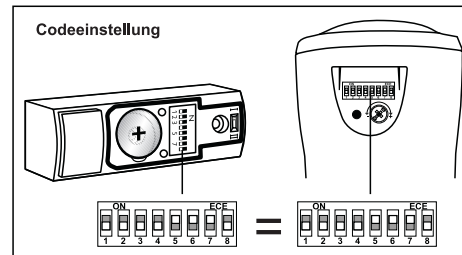

Abb.13
- Öffnen Sie die Abdeckung des Funk-Klingeltasters wie oben beschrieben (Abb. 1-3). Ändern Sie die Schalterstellung und prüfen Sie, ob die Störung beseitigt ist, wenn diese durch den Sender verursacht wurde. Öffnen Sie nun die Abdeckung am Funk-Gong (Abb. 10) und stellen Sie hier den gleichen Code ein (Abb. 13). Prüfen Sie, ob die Störung beseitigt ist, wenn diese beim Funk-Gong aufgetreten ist.